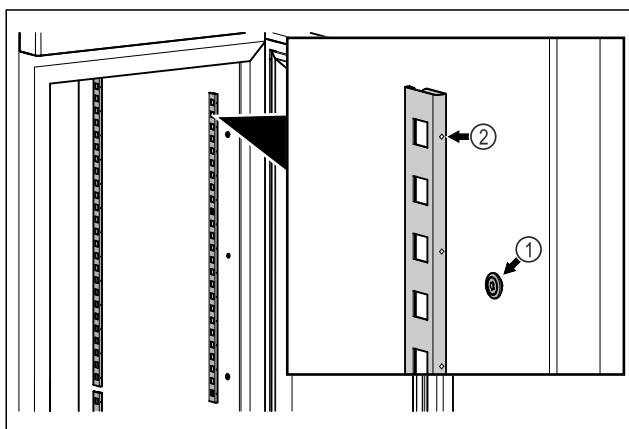

Fig. 57 Immagine a titolo di esempio
- Agganciare le barre di arresto in sospensione Fig. 57 (1). Il contrassegno Fig. 57 (2) deve essere rivolto in avanti.